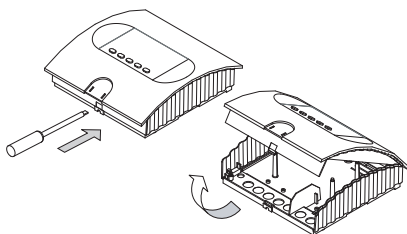
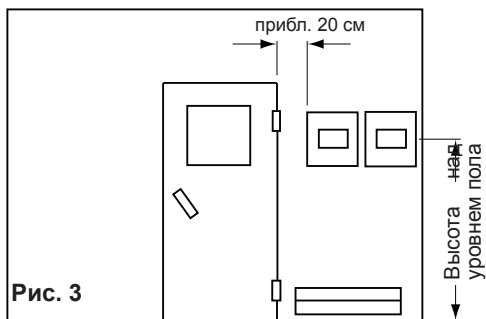

Рис. 1
Рис. 3
1. Снимите обшивку прибора управления. Для этого нажмите плоской отверткой с внутренней стороны на крепежный язычок и, повернув, вытяните верхнюю часть корпуса вверх (рис. 1). Отверстия $\varnothing 3$ мм для поставляемых вместе с прибором шурупов 4 x 20 мм просверливаются в соответствии с указанными на рис. 3 + 3.1 размерами.